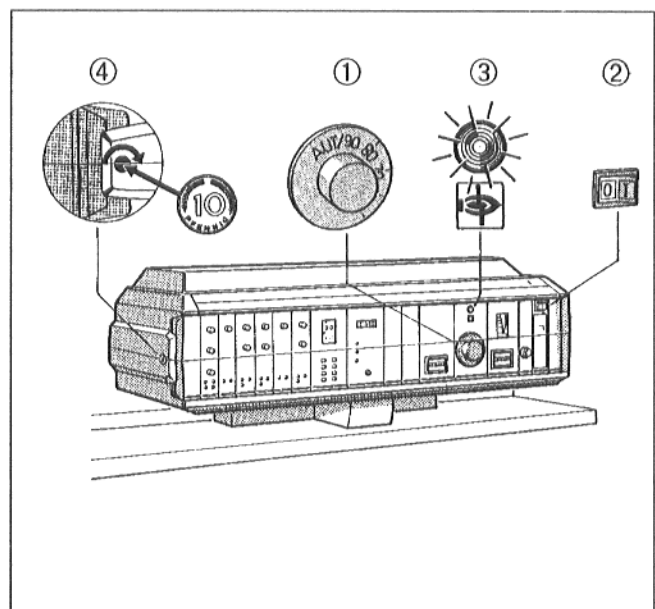

Fig. 1 - HS 3320
- Portare in posizione orizzontale l'intaglio della vite ④ della copertura trasparente del dispositivo di regolazione (p.e. con una moneta - Fig. 1).
- Rimuovere dal davanti la copertura trasparente (Fig. 1).
- Portare l'interruttore di esercizio ② sulla posizione (ON).
- Impostare il regolatore di temperatura dell'acqua di caldaia ① sulla temperatura desiderata.
- Rimontare la copertura trasparente (Fig. 1).
- Portare l'intaglio delle viti ④ poste a destra e a sinistra del dispositivo di regolazione in posizione orizzontale (p.e. utilizzando una moneta - Fig. 1).
- Portare l'interruttore di esercizio ② sulla posizione 0 (OFF).